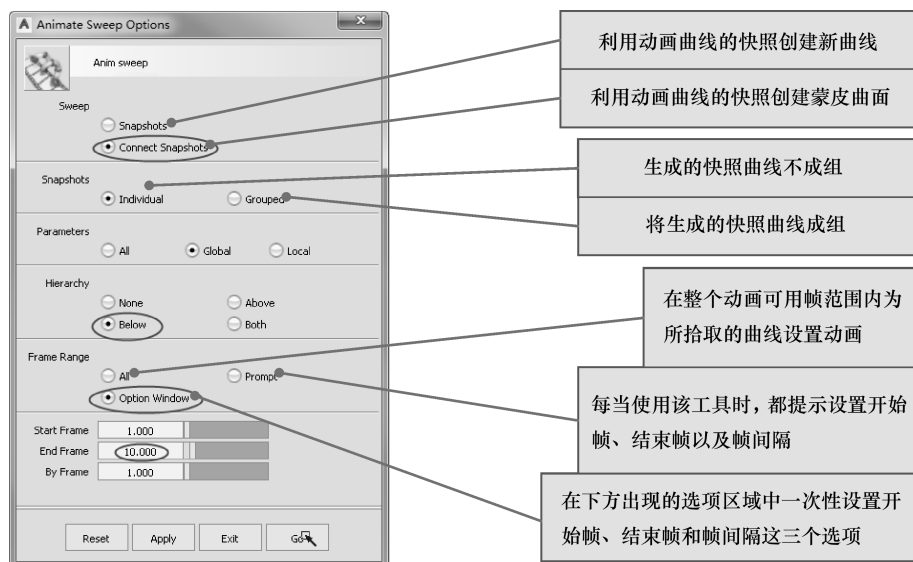

图 7-52 【Anim Sweep Options】对话框
- 04 确保曲线处于选中状态。在工具箱的【Surface】工具标签中双击【Anim Sweep】图标，打开【Anim Sweep Options】对话框，如图 7-52 所示。